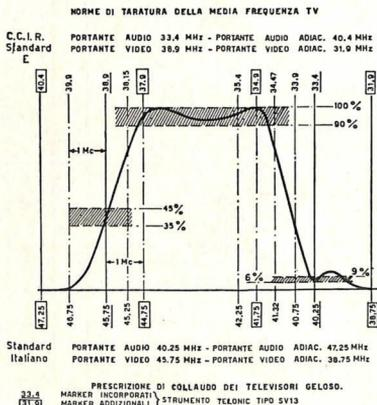

Fig. 2 A
- d) Applicare una tensione positiva di 4 Vdc al punto 1 (fig. 2). Questa tensione si può applicare con un alimentatore esterno o, più semplicemente, collegando il punto 1 alla tensione di alimentazione di F.I. con una $R = 10\text{ K}\Omega$ (punto 2, fig. 2).
Il circuito di media frequenza (fig. 2) è del tipo a circuiti sfalsati, si inizia con la taratura del rivelatore (bobina L 206) che deve essere accordata intorno ai 36 MHz. Con la regolazione succes-